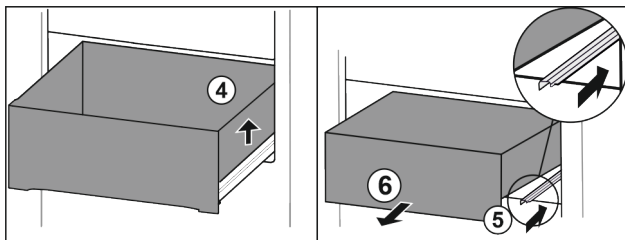

Fig. 13
- ▶ Soulever le tiroir sur la droite. Fig. 13 (4)
- ▶ Rentrer le rail de droite. Fig. 13 (5)
- ▶ Retirer le tiroir par l'avant. Fig. 13 (6)